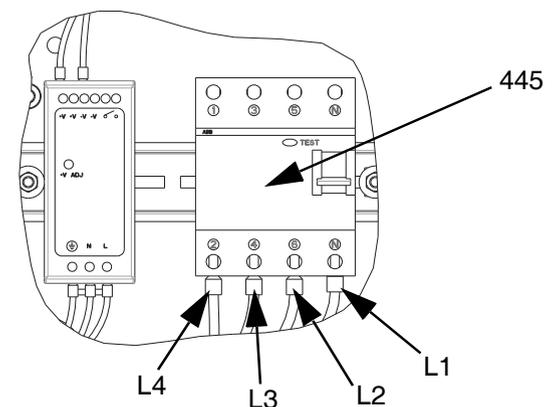

ABB. 18
- Schließen Sie die Drähte L1, L2, L3 und L4 vom Erweiterungsmodul an den Leistungsschalter (445) an, wie dargestellt in ABB. 18.
12. Schließen Sie die Erdungsdrähte an die Erdungsklemme (455) an, indem Sie die Mutter (437) am Kabelbaum lockern.